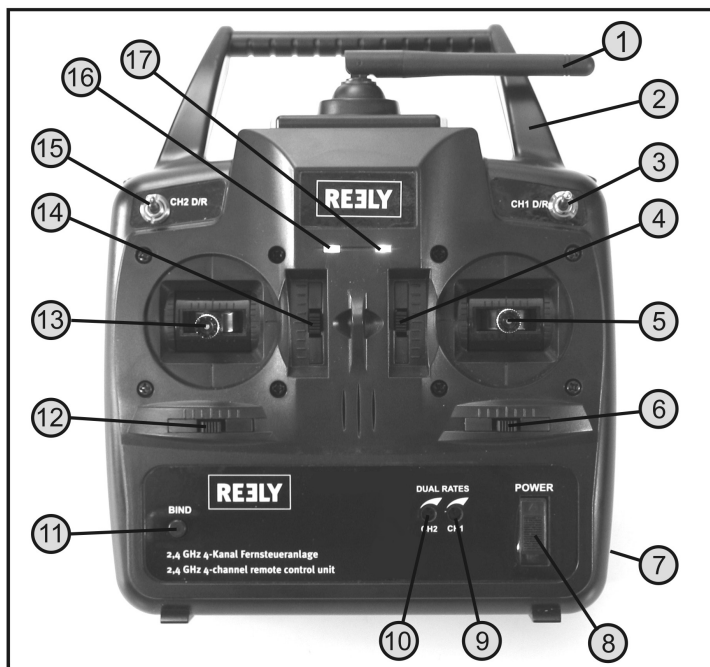

Figure 1
Fléchissez l'antenne de l'émetteur latéralement (voir figure 1 n° 1), de manière à ce que l'antenne soit à un angle de 90° de la ligne de connexion imaginaire télécommande/modèle.
Si l'antenne de réception est alignée horizontale dans le modèle, réglez également l'antenne de l'émetteur horizontalement (voir figure 1). Si l'antenne de réception est alignée verticale dans le modèle, réglez également l'antenne de l'émetteur verticalement. Pendant le fonctionnement du modèle, la pointe de l'antenne de l'émetteur est alignée vers la tête du dispositif de commande à distance-opérateur. Vous obtenez ainsi la meilleure transmission de signaux vers le modèle réduit.
Pour l'alimentation en courant de l'émetteur, vous avez besoin de 4 piles (par ex. Conrad n° de commande 652507, paquet de 4, prière d'en commander 1) ou accus du type Mignon (AA). Pour des raisons écologiques et également économiques, il est systématiquement recommandé d'utiliser des batteries, car ces dernières peuvent être rechargées dans l'émetteur par le biais de la prise de charge intégrée (voir figure 1, n° 7).
Une fois les batteries rechargées ou les piles neuves insérées, testez l'émetteur en actionnant l'interrupteur marche/arrêt (voir figure 1, n° 8). Pour ce faire, faites coulisser le bouton de commande du bas vers le haut.
La DEL rouge s'éclaire d'abord pour l'affichage de la tension (voir également figure 1, n° 17). Peu de temps après, la commande à distance émet un signal sonore et la DEL verte pour l'affichage des fonctions s'éclaire (voir également figure 1 n° 16).
Si la tension électrique chute au-dessous de 4,2 V, la DEL verte pour la détection des sous-tensions (voir également figure 1, n° 16) clignote rapidement et l'émetteur émet, au même rythme, de brèves tonalités. En tel cas, éteignez votre modèle réduit dans les plus brefs délais.
La télécommande à 4 canaux est équipée d'un compensateur numérique qui permet de régler individuellement les quatre canaux de commande à l'aide de respectivement un bouton de trim (voir également figure 1, n° 4, 6, 12 et 14).